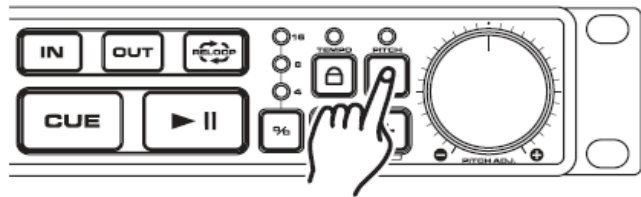

Figure 31
Utiliser le sélecteur de pourcentage de PITCH (13): Vous pouvez modifier l'amplitude du pitch à tout moment. Pour modifier l'amplitude du jeu assurez-vous que la fonction pitch est activée, voir figure 31. L'amplitude du pourcentage du pitch peut être changée entre +/- 4 %, +/- 8 %, +/- 16 %. 4 % vous permet la manipulation la plus restreinte du pitch et 16% vous permet la manipulation la plus ample du pitch. Pour régler les différentes variations, maintenez enfoncé le bouton de POURCENTAGE DE PITCH (13) jusqu'à ce que vous atteignez la valeur désirée.